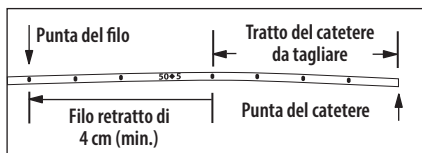

Figura 2
- Ritirare il filo di posizionamento/mandrino di irrigidimento attraverso il setto per retrarre il filo di almeno 4 cm dietro al punto di taglio del catetere (vedere la Figura 2).